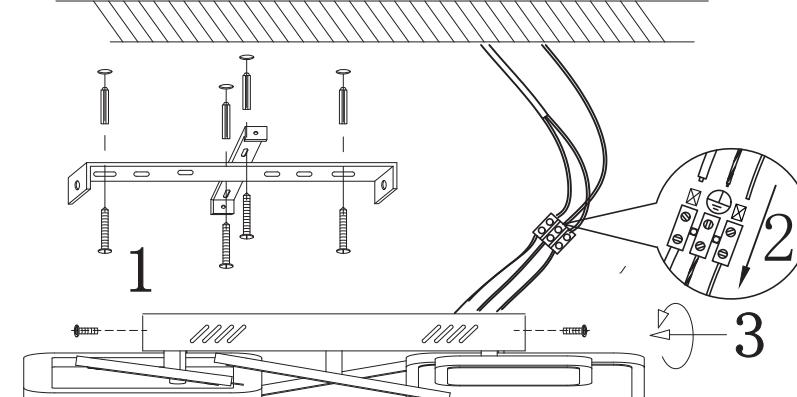

Рис.4
3. Установка и подключение (см. Рис.4)
ВНИМАНИЕ! Для натяжных потолков необходимо предварительно установить под него специальную закладную (твердую поверхность, закрепленную на бетонное перекрытие). (см. Рис.4 (1))
3.4. Подведите питающие провода к клеммной колодке в основании светильника и скоммутируйте провода в колодке. (см. Рис 4 (2))
3.5. С помощью специальных крепежных элементов (в комплекте) надежно зафиксируйте светильник на монтажной скобе. (см. Рис.4 (3))